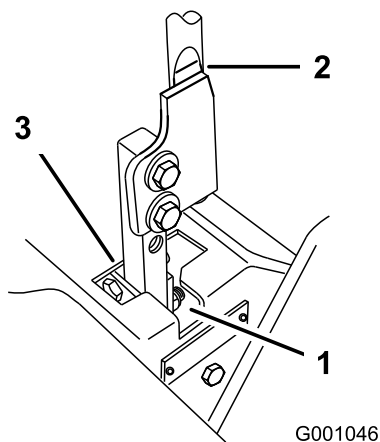

Figure 68
5. Placez le levier au point mort, sans le verrouiller (Figure 68).
6. Tirez-le ensuite en arrière jusqu'à ce que l'axe de chape (situé sur le bras au-dessous de l'axe de pivot) touche l'extrémité de la fente (c.-à-d. commence juste à appuyer sur le ressort) (Figure 68).
7. Vérifiez la position du levier par rapport au cran de la console (Figure 68). Il doit être centré de façon à pouvoir pivoter vers l'extérieur jusqu'à la position de verrouillage du point mort.